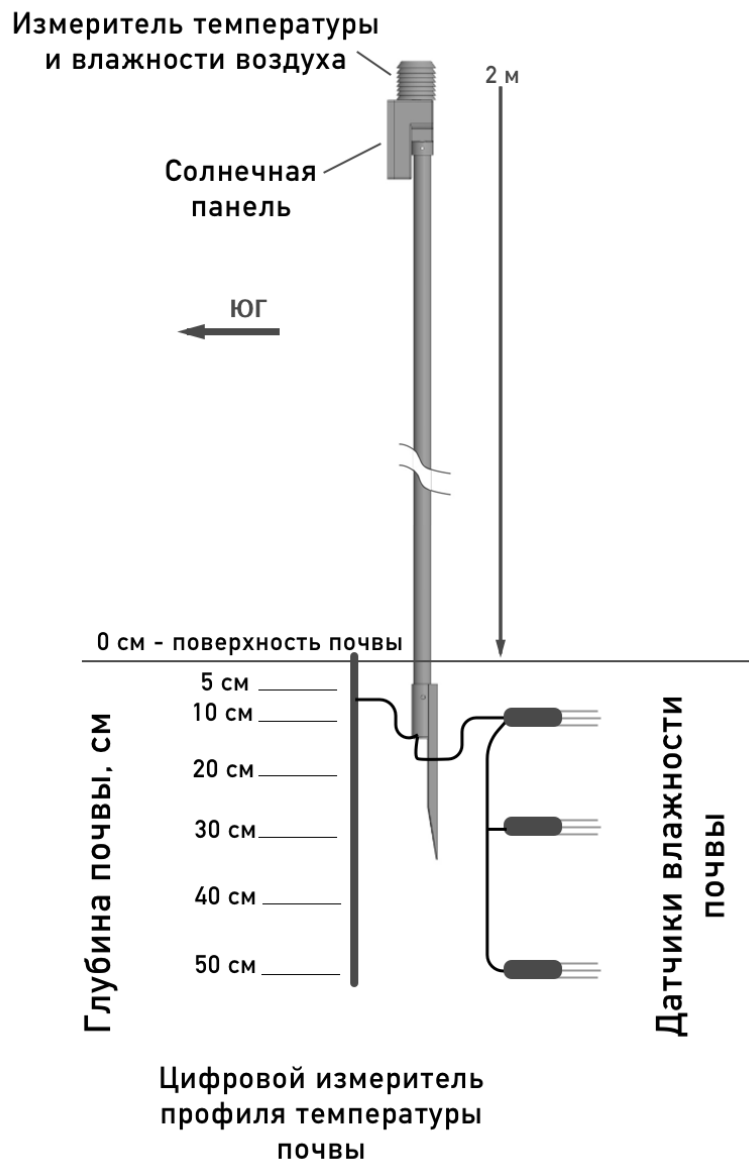

Рисунок 1 – общий вид комплекса.
4.4 Комплексы устанавливаются непосредственно в почву. Представляет собой устройство, имеющее мачту, солнечную панель и датчики на сигнальных проводах (рисунок 1).